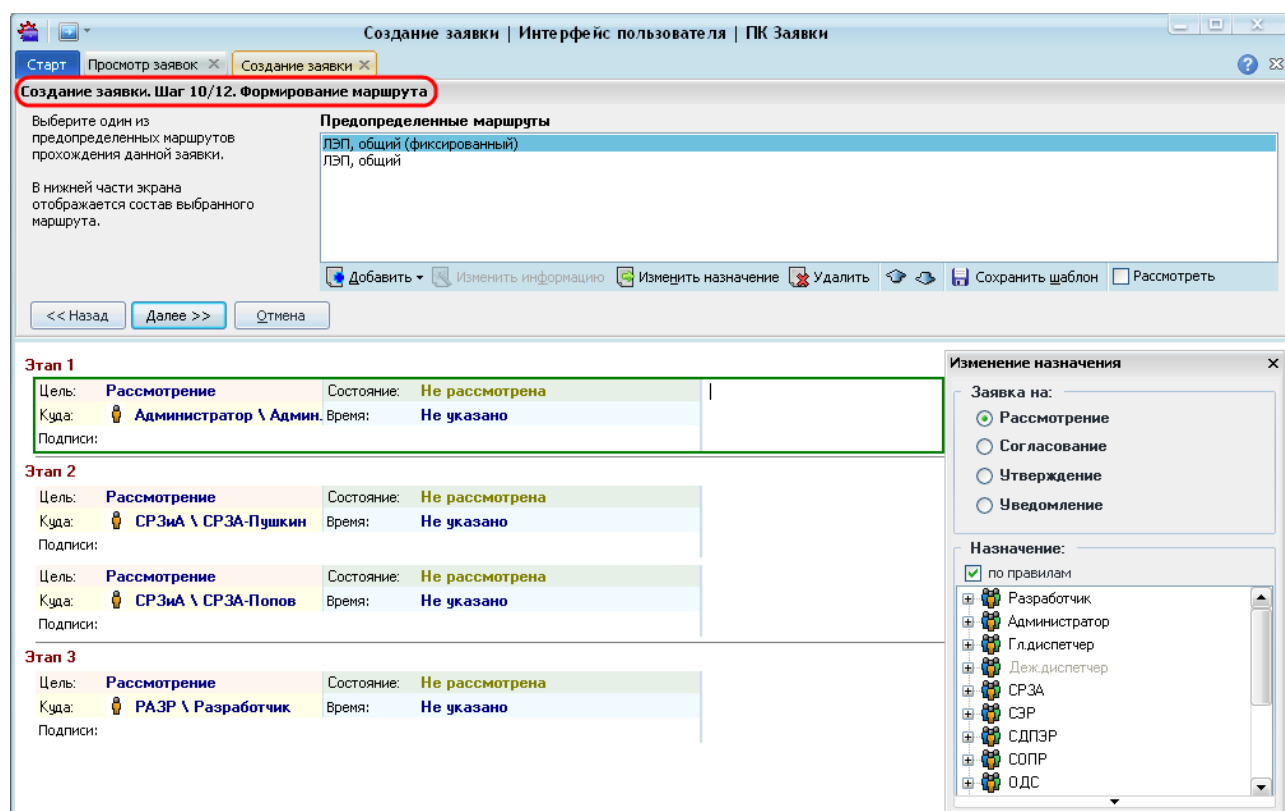

Рисунок 10.32 – Формирование маршрута
- **«Шаг 10/12. Формирование маршрута».** На данном шаге формируется маршрут заявки. На форме мастера создания заявок в поле «Предопределенные маршруты» первым в списке маршрутов, на основе которых может быть создан фактический маршрут заявки, идет предопределенный маршрут с меньшим порядковым номером. После выбора предопределенного маршрута из списка строится фактический маршрут, состоящий из элементов внутреннего и внешнего маршрутов (Рисунок 10.32). Внутренний маршрут состоит из списка служб, которые рассматривают заявки на оборудование данного комплекса. Внешний маршрут составляется на основании информации об управлении / ведении для данной единицы оборудования.
- кнопка « Изм. назначение» для вызова панели «Изменение назначения» (Рисунок 10.32);